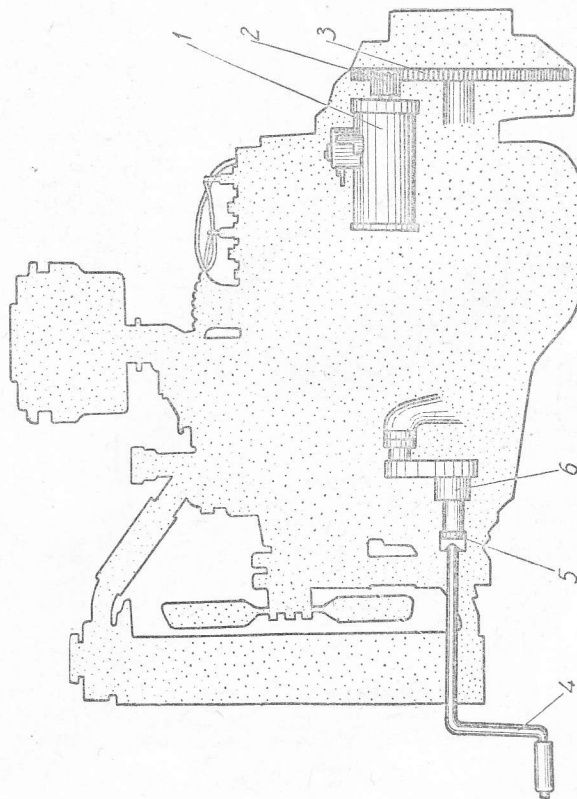

Рис. 79. Пусковые устройства двигателя:
1. Приборы пуска двигателя (рис. 79). Для того чтобы запустить двигатель, нужно вращать коленчатый вал со скоростью не менее 30 об/мин при помощи пусковой рукоятки 4 или электродвигателя-стартера 1.